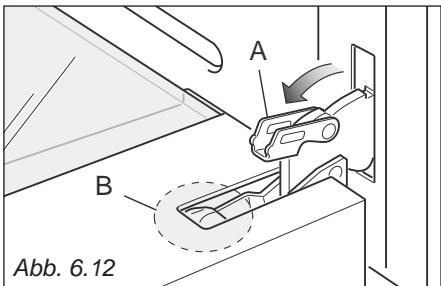
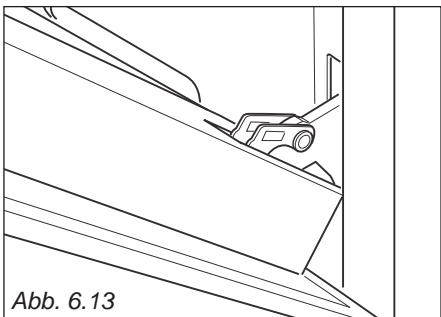

Abb. 6.12
Abb. 6.13
- Den Hebel "A" des rechten und des linken Scharniers vollkommen öffnen (Abb. 6.12).
- Die Tür langsam schließen (Abb. 6.13) bis die Hebel "A" des rechten und des linken Scharniers aus dem Teil "B" der Tür ausrasten (Abb. 6.12).